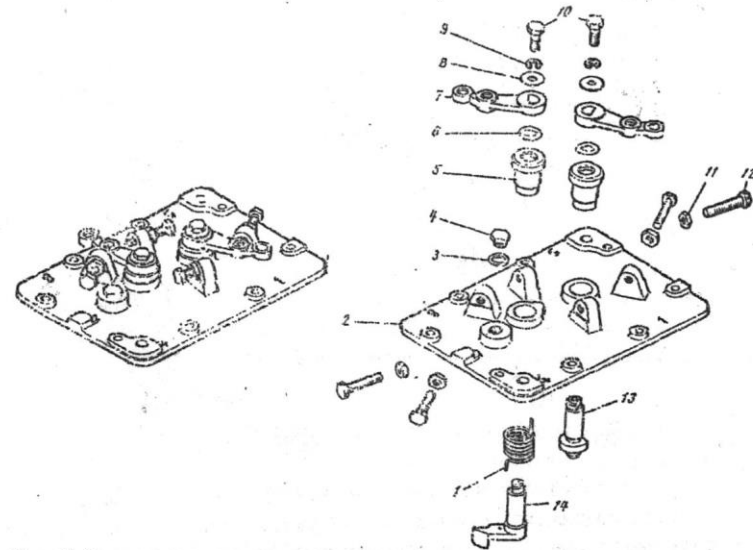

Рис. 6. Крышка регулятора частоты вращения:
50. Завернуть маслозаливную пробку 4 /рис. 6/, завернуть гайки 11 регулировочных болтов на регулировочные болты 12, ввернуть болты 12 в приливы крышки 2. /Ключ гаечный 10 мм/.
33. Отвернуть болты 10 /рис. 6/ пружинными 9 и плоскими 8 шайбами крепления рычага управления регулятором и рычага останова, снять рычаги 7 и вал 13 рычага управления, кольцо уплотнительное 6, выпрессовать втулку 5 рычага управления, рычаг 14 выключения подачи и возвратную пружину 1. /Ключ гаечный 10 мм, оправка $d=10$ мм $L=60$ мм/.